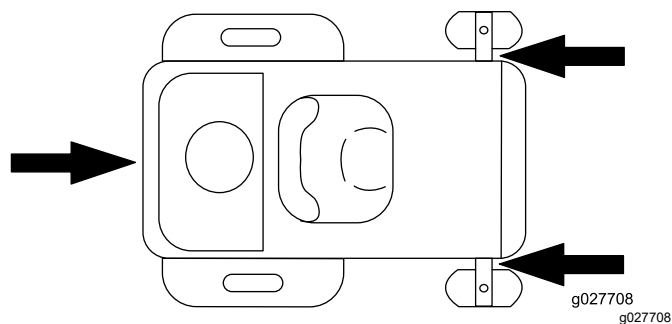

Figura 35
6. Legai maina de lângă roile pivotante faă, folosind curele, lanuri, cablu sau frânghii (Figura 35). Consultați prevederile locale referitoare la fixare.